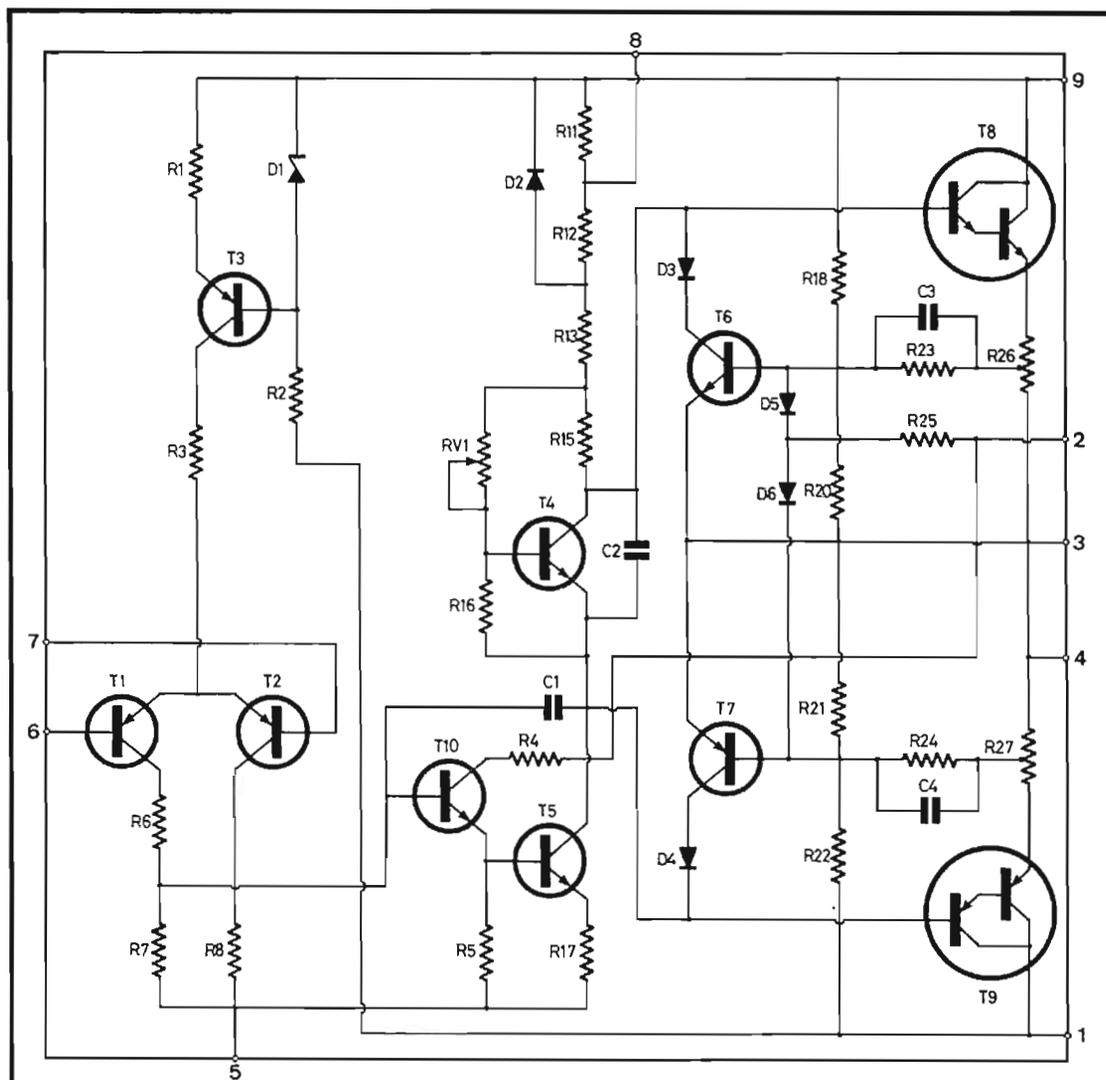

Fig. 2
Le schéma électrique fait l'objet de la figure 2, il est classique dans l'ensemble. L'étage d'entrée est bien entendu un différentiel, équipé ici de PNP, ce qui est moins courant que la paire de NPN. Le transistor T₃ est utilisé comme générateur de courant de repos, tandis que T₄ s'occupe du courant de repos. L'ajustable RV₁ placé dans sa base permet de régler ce courant de repos I_o (100 mA pour le module OM 961), celui-ci est ajusté lors de la fabrication une fois pour toutes, aucune intervention extérieure n'étant possible.
à $T_{mb} \leq 85^\circ\text{C}$ (1) dans le circuit de la figure 2